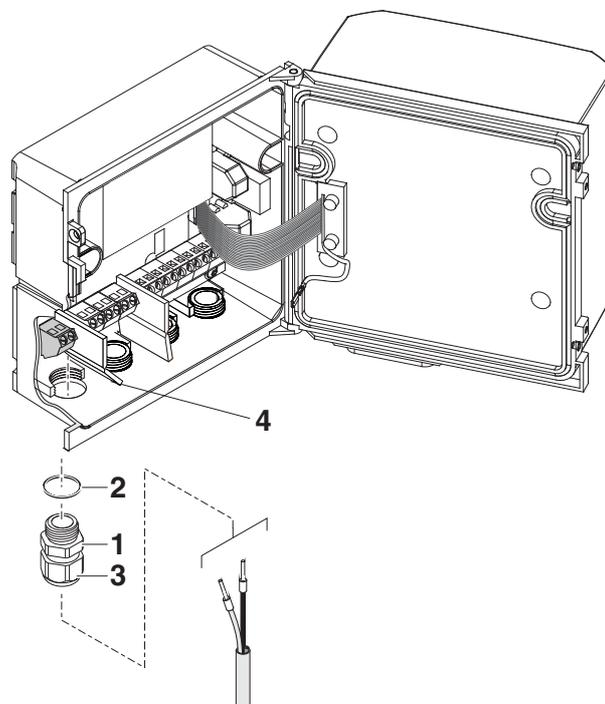

Bild 3-29 24 V AC/DC-Leitung einführen.
- 5 Eine Kabelverschraubung (Pos. 1 in Bild 3-29) mit Dichtring (Pos. 2) in das Gehäuse unterhalb des 24 V AC/DC-Anschlusses einschrauben.
- 9 Die Überwurfmutter (Pos. 3 in Bild 3-29) festziehen.